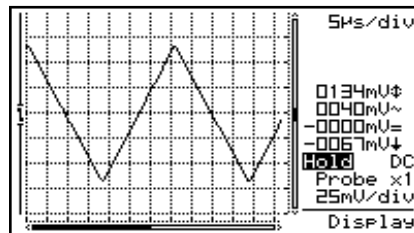

Fig 15
- **Full grid :** se divide la pantalla en líneas de referencia. (Fig. 15)